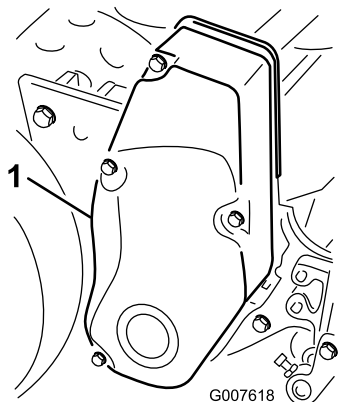

図 33
1. ベルト・カバー取り付けネジを外してカバーを取り、ベルトを露出させる（図 33）。